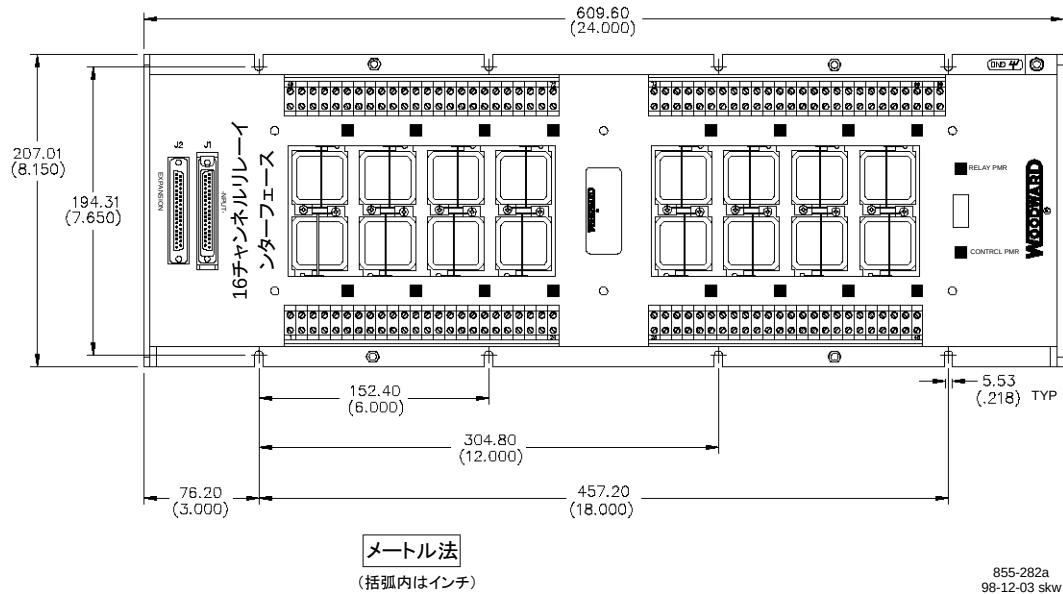

図 14-2. 16 チャンネルリレーボックス外形図
1. リレーボックスの位置と、リレーボックスを取り付けるためにドリルで開ける穴の位置をマーキングします。図 14-2 および 14-3 は、リレーボックスの外形図です。